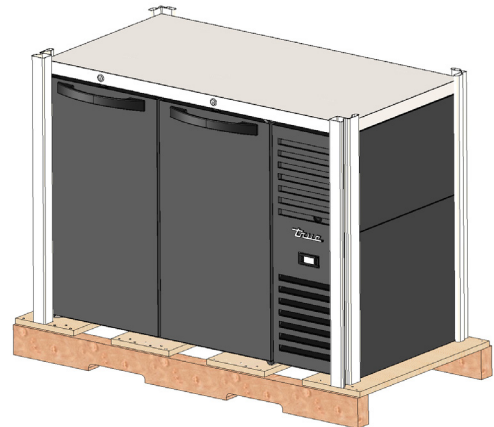

Abb. 1 Entfernen der Außenverpackung
1. Äußere Verpackung entfernen (Karton und Luftpolster oder Styropor-Ecken und Kunststoffolie). Siehe Abb. 1. Auf verborgene Schäden überprüfen. Auch hier gilt: Bei Feststellung eines Schadens bitte umgehend eine Schadensmeldung beim Transportunternehmen einreichen.